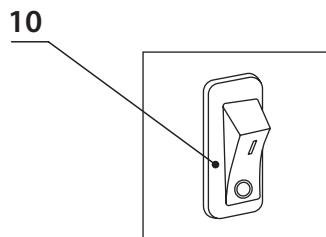

Рис. 1
Однофазный коллекторный двигатель, ремённая передача, эксцентриковый механизм и одноцилиндровый поршневой компрессор закреплены на металлическом суппорте и закрыты пластиковым корпусом (Рис. 1, п. 7). Вращение с якоря электродвигателя передаётся ремнём на шкив ведомый. Эксцентриковый механизм преобразует вращательное движение вала ведомого шкива в возвратно-поступательное движение штока с поршнем. Сжатый воздух из цилиндров подаётся в ресивер (Рис. 1, п. 6), где достигает максимального давления – 8 бар. Реле давления отключает двигатель при достижении максимального давления в ресивере. К выходному быстротёсёльному штуцеру подключается пневмоинструмент. При снижении давления в ресивере ниже диапазона рабочего давления реле давления включает двигатель компрессора.
- 6.5 Установите амортизаторы (Рис. 1, п. 4), если они не были установлены.
- 6.8 Обеспечьте свободный доступ к выключателю (Рис. 1, п. 10), выходному штуцеру (Рис. 1, п. 3) и сливному клапану (Рис. 1, п. 5). Для обеспечения хорошей вентиляции и эффективного охлаждения необходимо, чтобы компрессор находился на расстоянии не менее 1 м от стены.